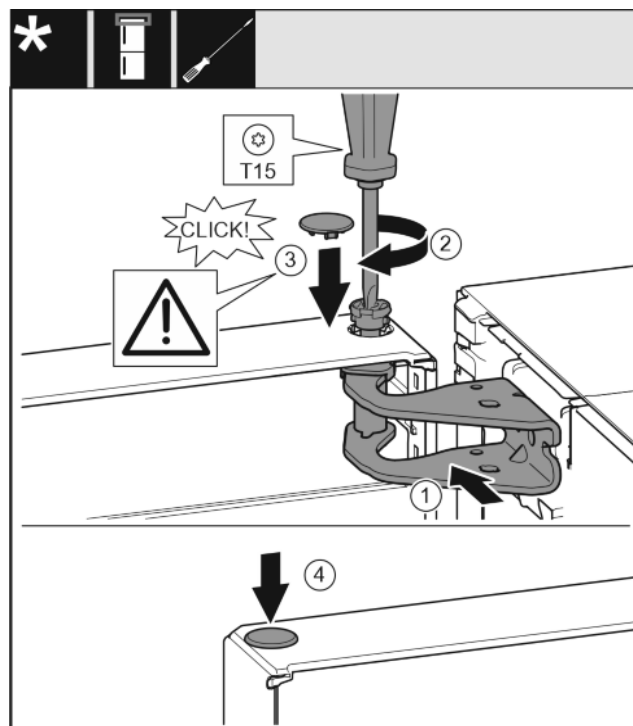

Fig. 17
- ▶ Выровняйте дверь вверх по отверстию в опорном кронштейне. Fig. 17 (1)
- ▶ Вставьте палец и затяните отверткой T15. *Fig. 17 (2)*
- ▶ Установите предохранительную крышку для защиты двери: Вставьте предохранительную крышку и проверьте, прилегает ли она к двери. В ином случае вставьте палец полностью. *Fig. 17 (3)*
- ▶ Вставьте заглушку. *Fig. 17 (4)*